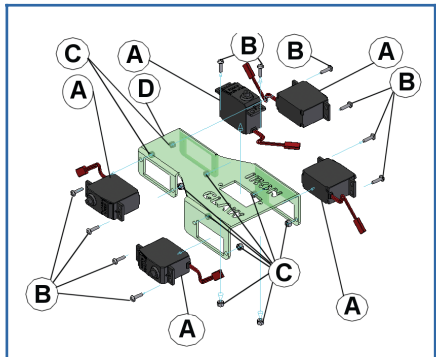

Figura 13: Esploso del corpo avambraccio
Descrizione componenti di figura 13
alluminio (D), come vediamo in figura 13, ed eseguire il bloccaggio con viti (B) e dadi (C). Ecco il gioco è fatto, abbiamo tutti i servo al loro posto ed il corpo avambraccio si presenta come in figura 14.